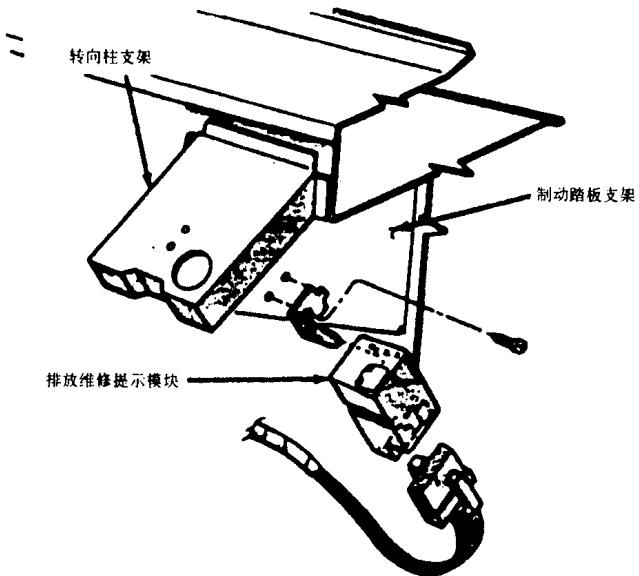
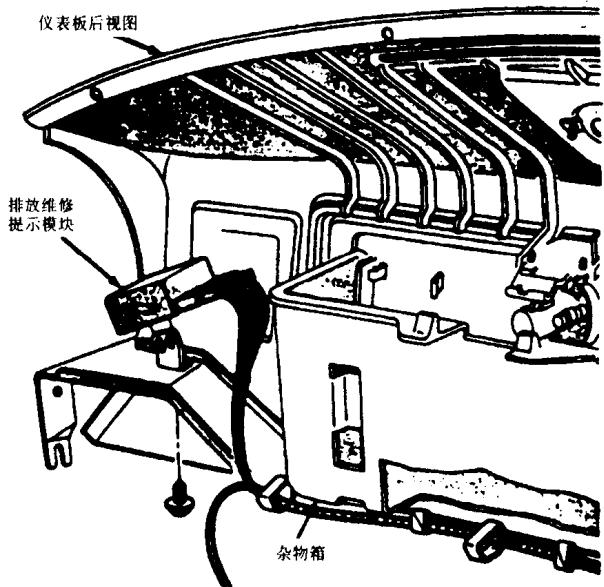
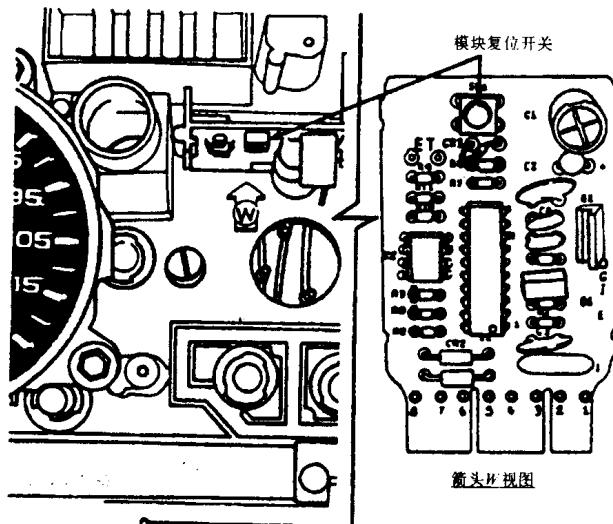

图 1-14 排放维修提示模块位置
图 1-15 排放维修提示模块位置
图 1-16 排放维修提示模块复位开关位置
(2) 1981~1987 款 本提示灯利用里程计数脉冲来计算维修间隔，在前轮驱动的厢式汽车上，控制模块位于仪表板的中上部，燃油表的后方。在达科塔 (Dakota) 车上，该控制模块位于杂物箱的右侧。在后轮驱动厢式货车上，该控制模块位于或靠近制动踏板支架，见图 1-14。对于 1981~1986 款的 D 和 W 系列皮卡和公羊战马及特瑞尔达斯特车型，该控制模块位于转向柱的右侧。对于 1987 年 D 和 W 系列皮卡和公羊战马，该控制模块位于杂物箱的右侧，见图 1-15。
(3) 1988 款 该提示系统用点火工作时间来计算维修的时间间隔。对于无转速表的前轮驱动厢式货车，系统控制模块位于仪表板的中上部，燃油表的后方，见图 1-16。对于带有转速表的前轮驱动厢式货车，控制模块位于转速表的后方。对于达科塔车型，控制模块位于仪表板的后方、大灯开关下方的支架上。对于后轮驱动厢式货车，控制模块位于或靠近制动踏板支架处，见图 1-14。对于 D 和 W 系列皮卡和公羊战马车型，控制模块位于杂物箱的右侧，见图 1-15。